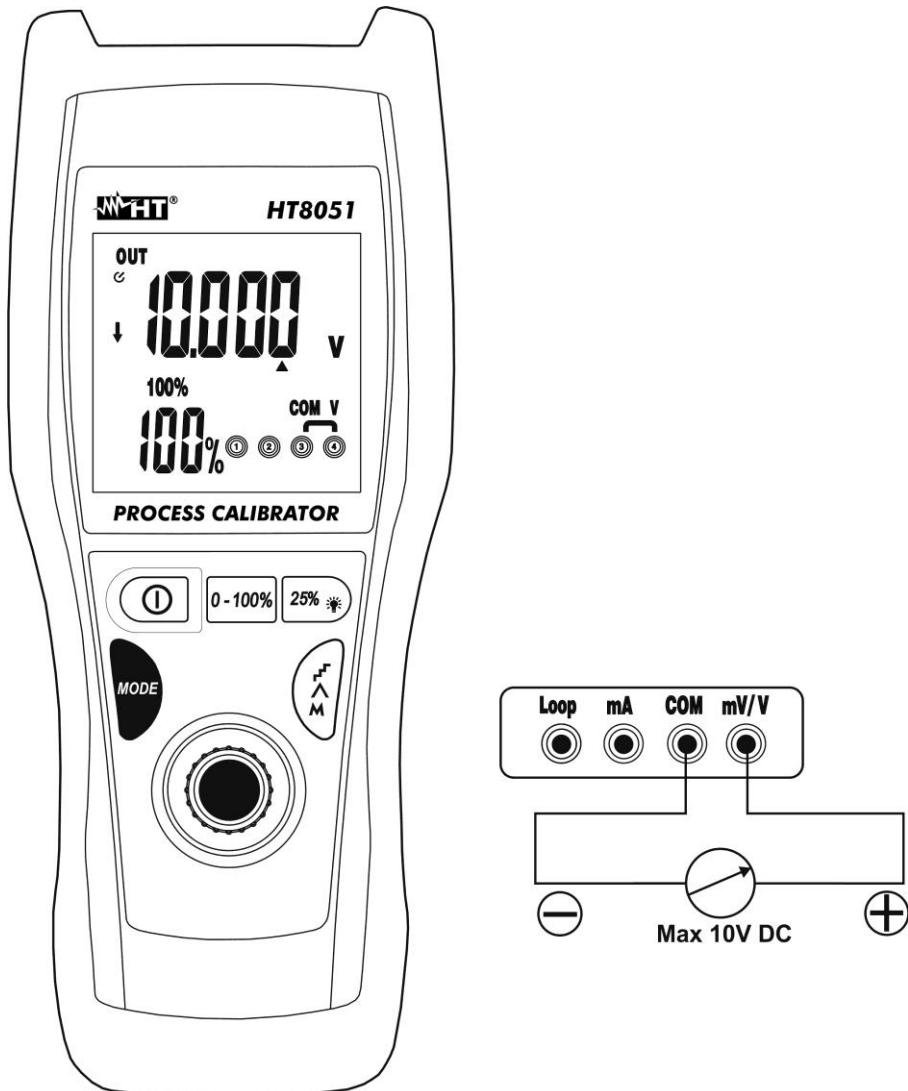

Fig. 4: Generación de Tensión CC
- Posicione la punta verde y la punta negra respectivamente en los puntos de potencial positivo y negativo del dispositivo externo (vea Fig. 4)
- Para la generación del valor negativo de la tensión gire las puntas de medida en sentido puesto respecto a la conexión de Fig. 4